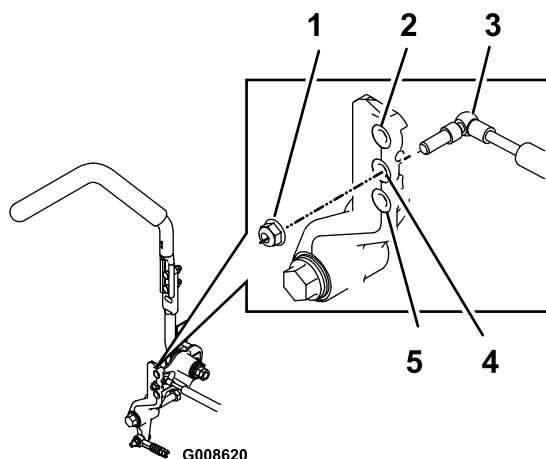

图63
3. 拆下锁紧螺母将减震器安装螺栓移至所需的位置然后安装锁紧螺母。请参阅 图63 了解可选安装位置。